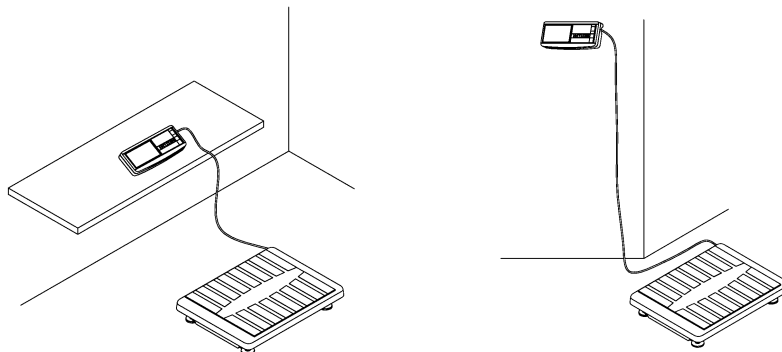

Рисунок 7.1 – Варианты размещения устройства индикации:
- Выбрать удобный вариант размещения устройства индикации для работы с весами (рис. 7.1).